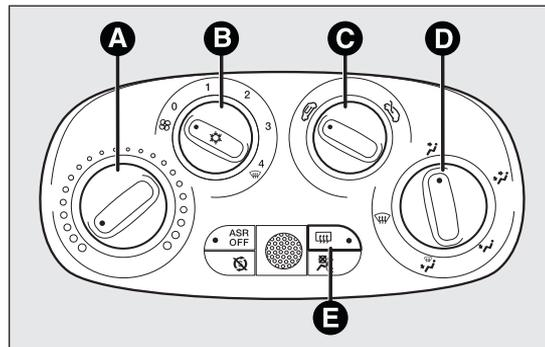

fig. 44
- A Bouton de la température de l'air (rouge-chaud/bleu-froid) fig. 44
- B Bouton des vitesses du ventilateur et activation/désactivation du climatiseur fig. 44. En appuyant sur ce bouton, on active le climatiseur et l'allumage simultané de la LED de ce bouton. Cette opération permet de refroidir plus rapidement l'habitacle.
C Bouton de recyclage de l'air fig. 44
D Bouton de répartition de l'air fig. 44
E Bouton d'activation/désactivation de la lunette de dégivrage arrière fig. 44.